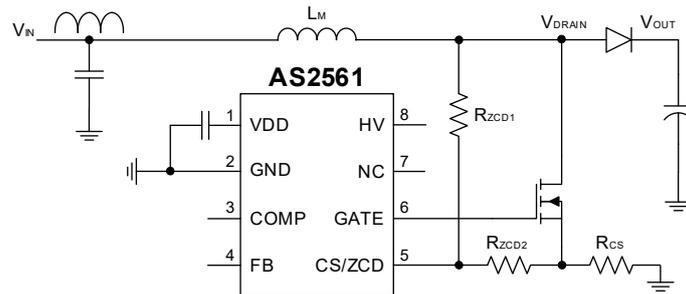

图 4 电流采样和输入电压检测
如图 4 所示，在驱动开通后，CS/ZCD 管脚通过检测连接在功率开关管源极和功率地之间的采样电阻 R_{CS} 上的电压，获得流经功率开关管的电流值，进而实现功率开关管过流保护的功能。
1. 为兼容 ZCD 检测精度，推荐 ZCD 上分压电阻(如图 4， R_{ZCD1})总阻值为 $1.5M\Omega$ 以内；